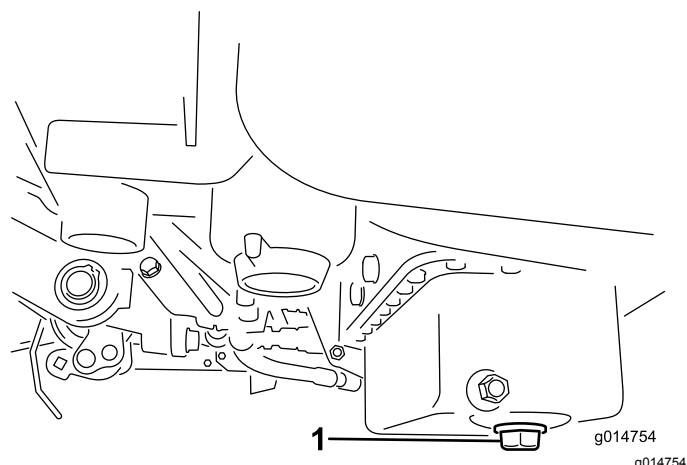

Figura 33
1. Togliete il tappo di spurgo e lasciate defluire l'olio in una bacinella. Quando l'olio cessa di defluire, rimontate il tappo (**Figura 33**).